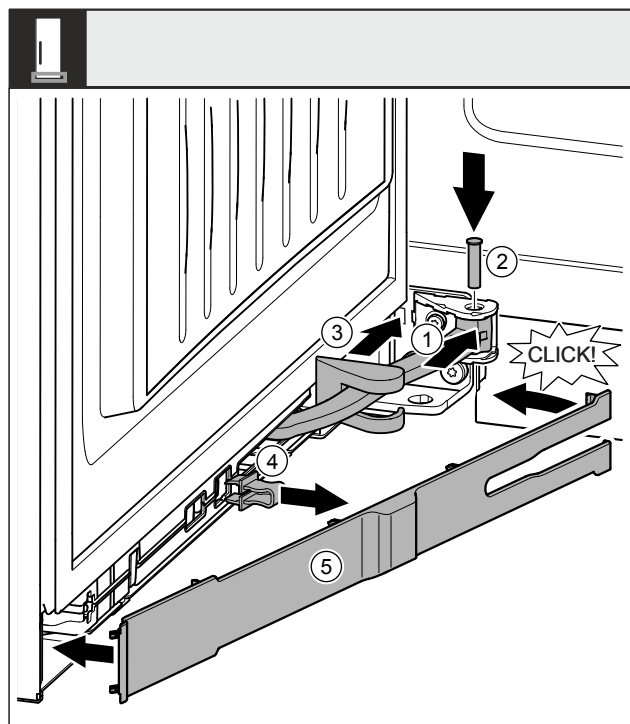

Fig. 47
- Tourner la jointure Fig. 47 (1) dans la fixation.
- Insérer l'axe Fig. 47 (2) dans la fixation et la jointure avec un tournevis. Veiller à ce que l'ergot soit bien en place dans la rainure.
- Faire glisser le cache du support de palier Fig. 47 (3) le long de la jointure et le monter au-dessus de la fixation.
- Retirer la fixation Fig. 47 (4).
- Placer le cache Fig. 47 (5) côté poignée et le faire basculer vers l'intérieur.